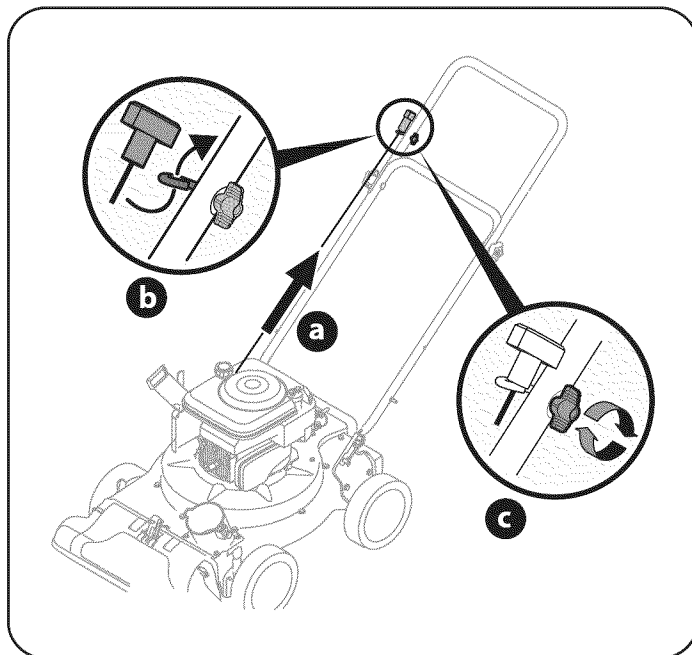

Figura 4
- a. Tire lentamente de la cuerda de arranque para sacarla del motor. Vea la Figura 4.
- c. Ajuste la tuerca a mariposa. Vea la Figura 4.